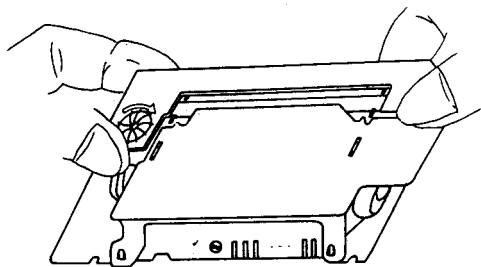

图 2-4 取下色带盒
2. 左手扶稳色带盒左端,右手拇指在上,食指在下,如图 2-4 所示。首先用右手食指抬起色带盒右端,再用左手抬起左端,色带盒即被取下。注意不要先抬左端,再抬右端,否则容易毁坏色带盒,甚至毁坏机头。